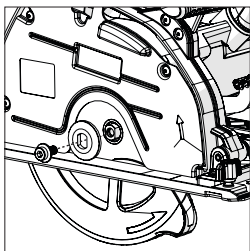

Fig. 5
- Sfilare e riporre al sicuro il bullone della lama e la flangia esterna. **(Fig.5)**